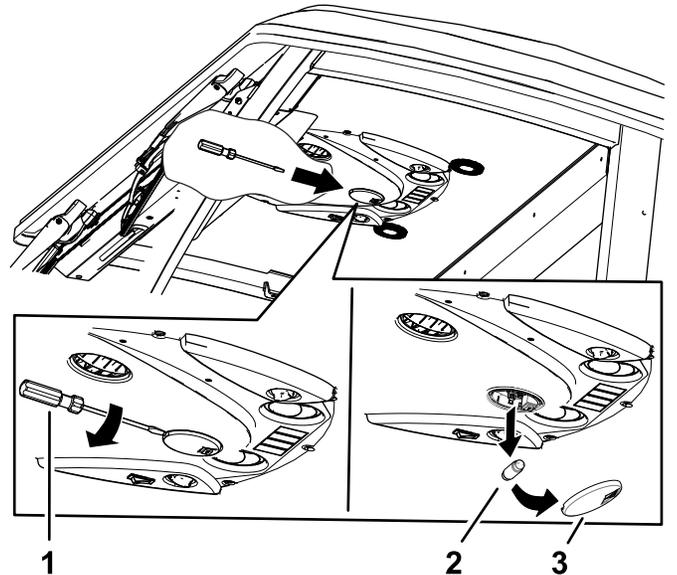

图 89
1. 用螺丝刀从控制板上卸下灯镜片图 89。
2. 从灯座中取出灯泡图 89。